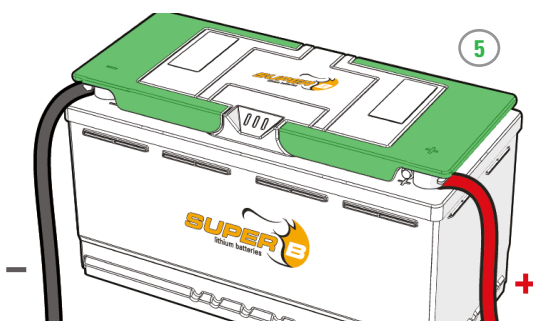

Figure 11. Mettez les cache-bornes en place sur les cosses
5. Mettez les cache-bornes en place sur les cosses. (Figure 11)
4. Mettez les cache-bornes en place sur les cosses. (Figure 11)